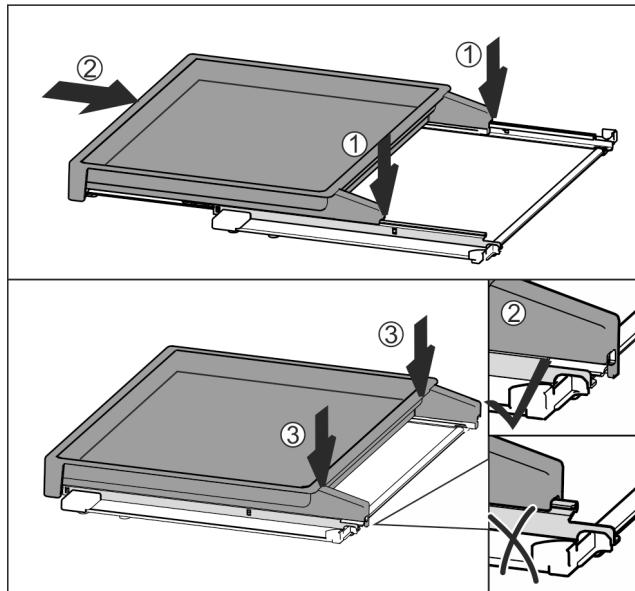

Fig. 44
- Встановіть по центру на рейки Fig. 44 (1).
- Повністю вставте витяжну панель Fig. 44 (2).
- Натиснути на задній бік, доки вона не зафіксується зі звуком Fig. 44 (3).